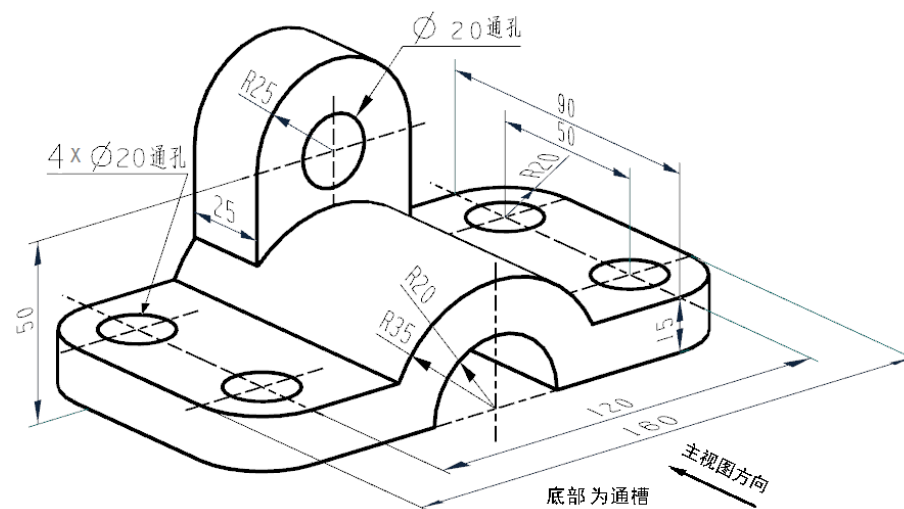

图 5
4、根据图 5 所示零件的轴测图和指定的主视图方向绘制三视图，要求如下：